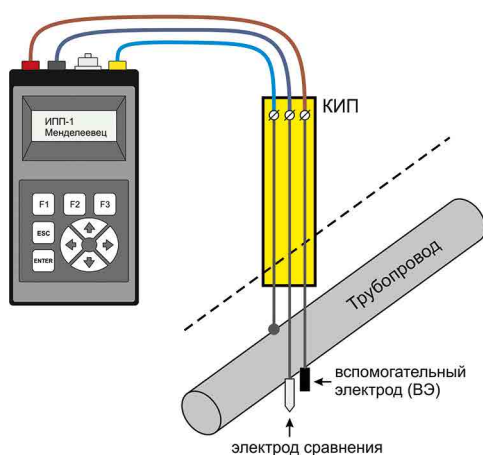

Рисунок 1
- на специально оборудованных контрольно-измерительных пунктах, на которых установлены медно-сульфатный электрод сравнения и вспомогательный электрод (рисунок 1);